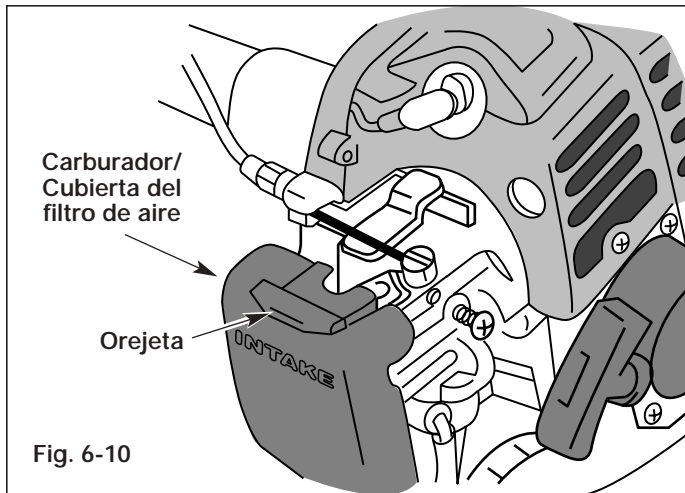
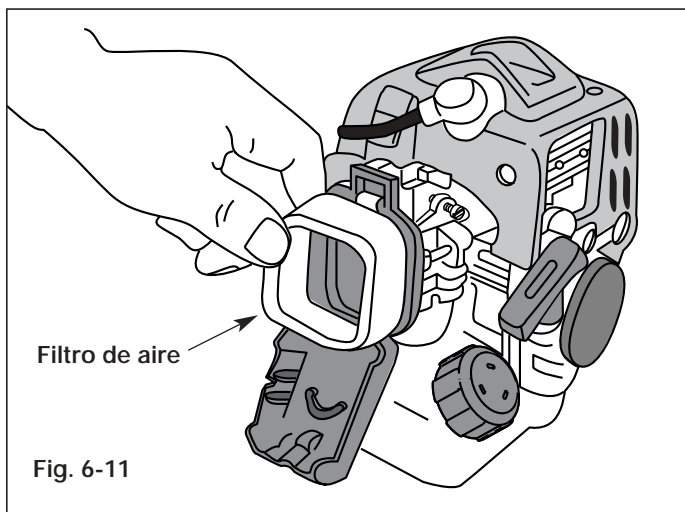

Fig. 6-10
Fig. 6-11
1. Saque la cubierta del filtro de aire/carburador empujando la lengüeta de arriba de la cubierta (Fig. 6-10).
2. Saque el filtro de aire (Fig. 6-11).
6. Vuelva a instalar el filtro (Fig. 6-11) y la cubierta del filtro de aire (Fig. 6-10).